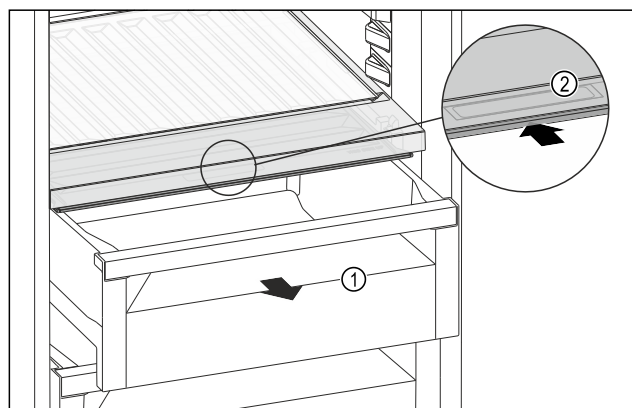

Fig. 159
- Wyciągnąć szufladę Fig. 159 (1).
- Chwycić uchwyt wpuszczany Fig. 159 (2) na pokrywie komory i przesunąć pokrywę jednocześnie do tyłu.